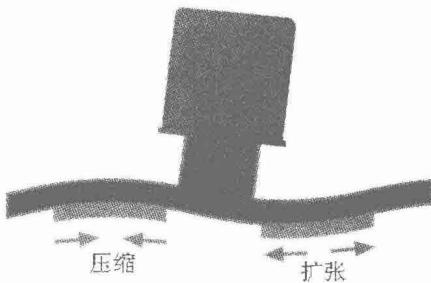
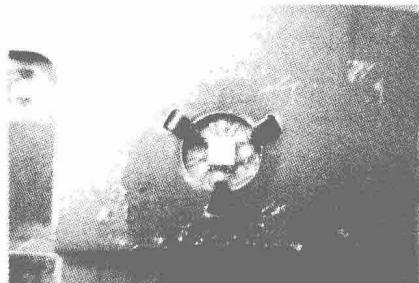

图 1-1 长期使用指点杆
图 1-2 指点杆出现虚焊问题
(1) 长期推动指点杆，如图 1-1 所示，致使指点杆与底部的控制电路之间出现了虚焊问题，导致指点杆灵敏度下降，如图 1-2 所示。